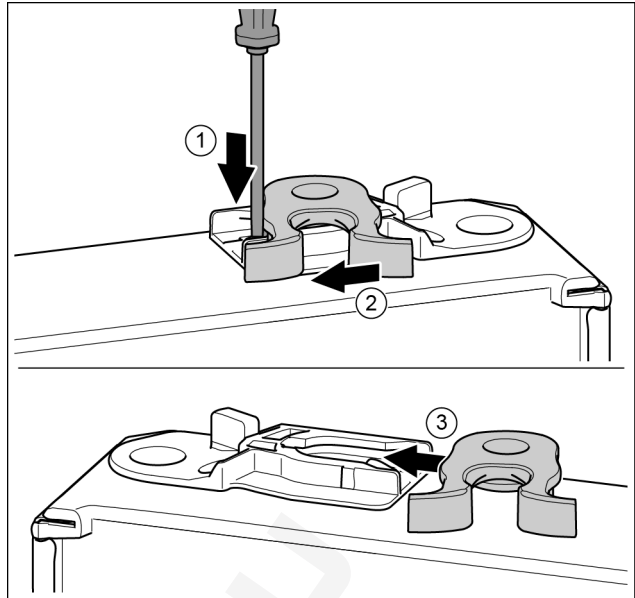

Fig. 18*
- ▶ Nyomja le a fedőlemezt csavarhúzóval. Fig. 18 (1)
- ▶ Húzza ki a záróhorgot a vezetősínből. Fig. 18 (2)
- ▶ Tolja be a záróhorgot a másik oldalon lévő vezetősínbe. Fig. 18 (3)